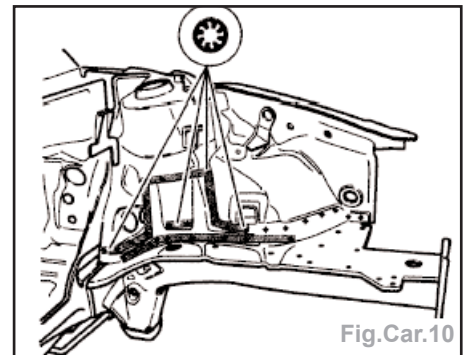

Fig.Car.10
- souder le renfort par bouchonnage sous gaz de protection (Fig.Car.10),